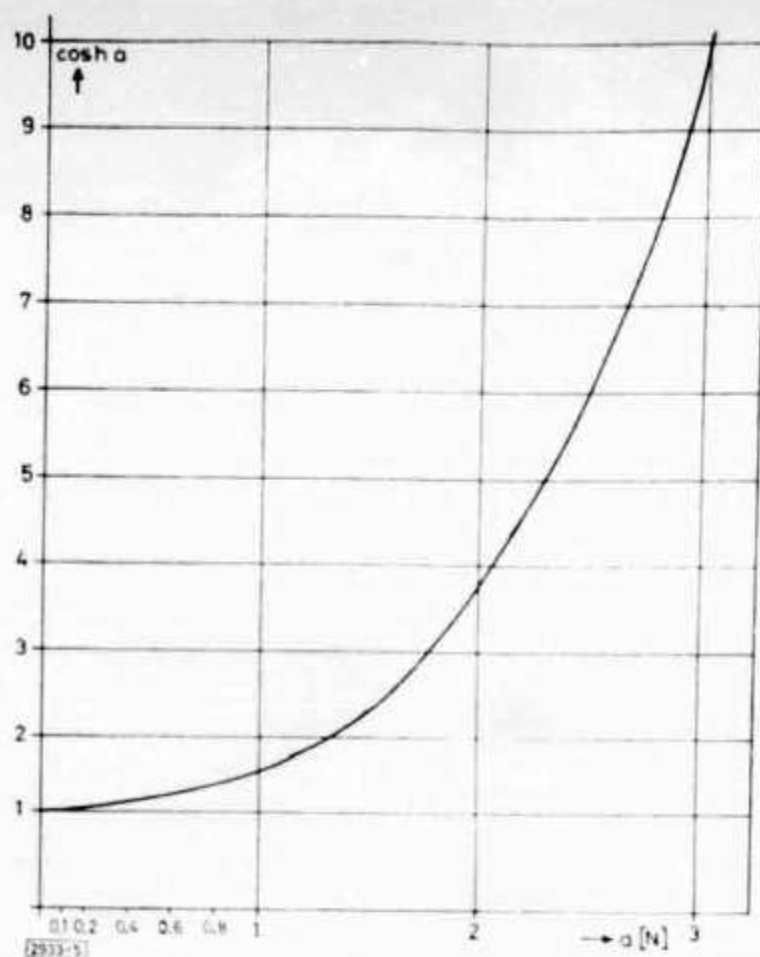

Abb. 5
Nicht beantwortet ist bisher die Frage nach dem Dämpfungsverlauf oder — was in praxi im wesentlichen interessiert — nach der Dämpfung für eine bestimmte Frequenz innerhalb des Sperrbereiches. Damit zusammen hängt auch die Frage nach der Anzahl  $n$  der Grundglieder, die man hintereinanderschalten muß, um bei einer bestimmten Frequenz eine gewünschte minimale Dämpfung zu erreichen. In der einschlägigen Amateurliteratur wird auf die Beantwortung dieser Frage auch kaum eingegangen, wahrscheinlich weil die Herleitung der Dämpfung  $a$  als Funktion der Kreisfrequenz  $\omega$  etwas aufwendiger ist als die Ableitung der Dimensionierungsvorschriften für die Grundglieder. Für den Praktiker ist mittels eines gegebenen graphischen Funktionsverlaufes  $\cosh a$  (gesprochen: Hyperbel-Kosinus  $a$ ) als Funktion der Dämpfung  $a$  nach Abb. 5 und einer einfachen rechnerischen Beziehung die Bestimmung des Dämpfungsverlaufes, als Funktion der Frequenz mit hinreichender Genauigkeit sehr einfach durchzuführen. Abb. 5 gibt den Funktionsverlauf  $\cosh a$  bis zum Wert 10 mit für die Praxis genügender Genauigkeit wieder. Darüber hinaus sind die Funktionswerte u. a. in [3], 1. Bd., Tafel 8 auch tabelliert zu finden.
Der Vollständigkeit halber sei gesagt, daß stets  $\cosh a > 1$  gilt, das heißt der Betrag der in Bild 5 gezeigten Funktion kann nie unter den Wert 1 sinken. Physikalisch bedeutet das, daß die Gln. (7) und (8) für den Sperrbereich gelten. Im Falle des Tiefpasses also für  $\omega > \omega_g$  und im Falle des Hochpasses für  $\omega < \omega_g$ .  $\cosh a = 1$  bedeutet Durchlaßbereich, in dem die Dämpfung  $a = 0$  ist.
In Abb. 5 ist die Dimension von  $a$  in [N] Neper angegeben. Zwischen dem Neper-Maß und dem in der Amateurpraxis gebräuchlichen [dB] = Dezibel-Maß besteht folgender einfacher Zusammenhang:
D. h. die aus Abb. 5 gewonnenen Werte  $a$  sind mit 8,68 zu multiplizieren, um die gewünschten Werte in [dB] zu erhalten.
Für den in Beispiel 1 angeführten Zweck der Oberwellenunterdrückung am Ausgang eines Steuersenders werde gefordert, daß bei der doppelten Grenzfrequenz  $2f_g = 60 \text{ MHz}$ , die Oberwelle um wenigstens 1 : 100, also 40 [dB] geschwächt ist. Mit (7) wird demnach, da  $\omega = 2\omega_g$  sein soll:  $\cosh a = 2 \cdot 2^2 - 1 = 7$ . Aus Abb. 5 liest man für  $\cosh a = 7$  sehr einfach ab:  $a \approx 2,64 [\text{N}]$ , d. h. mit